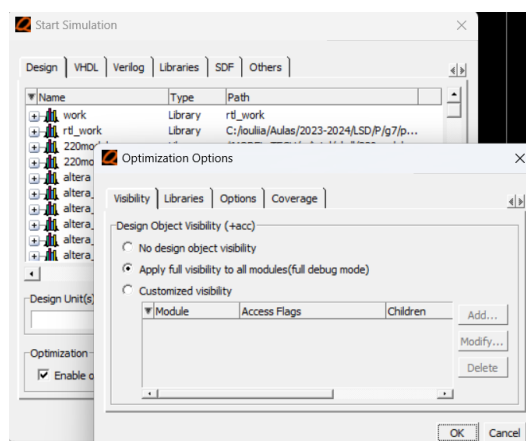

Figura 5 – Início da simulação da entidade Dec2\_4En\_Tb e arquitetura Stimulus.
9. Inicie a simulação através do menu “Simulate → Start Simulation... → Optimization Options...”, seleccionando a opção “Apply full visibility to all modules” (Figura 5). Selecione a arquitetura Stimulus da entidade Dec2\_4En\_Tb.